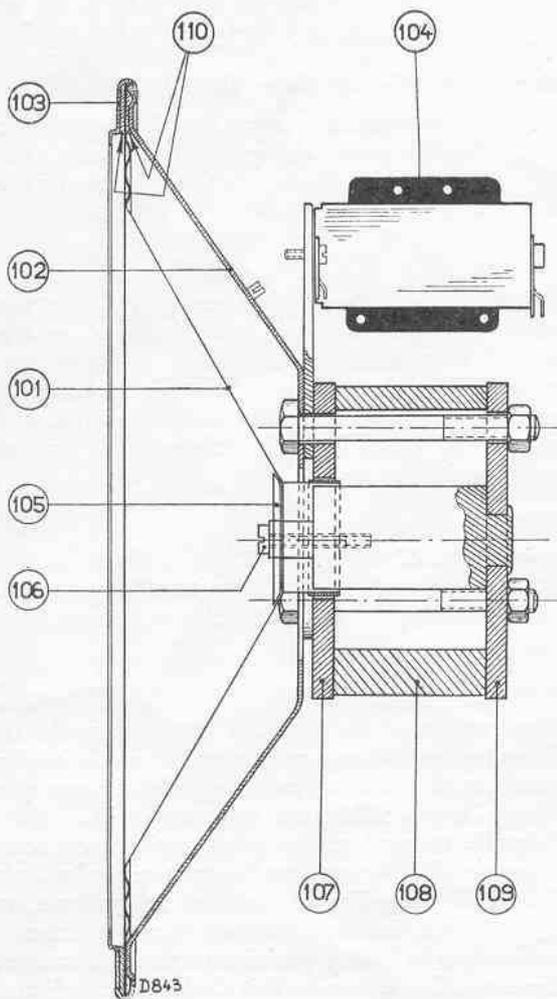

Fig. 9
2. Les plaques d'avant et d'arrière (repère 107 et 109, fig. 9) ne doivent, en aucun cas être retirées de l'aimant, sinon il pourrait perdre une partie de sa force.
Le centrage du cône se fait à l'aide de 4 petits calibres de 0,2 mm d'épaisseur (no. de code 09.990.840) que l'on enfonce à travers les perforations de la plaque de centrage (repère 105, fig. 9) dans l'entrefer, entre la bobine et la plaque. Un nouveau cône est centré avec quatre calibres et fixé à l'aide d'un bord de serrage denté (no. de code 28.445.821). Commencer par recourber quatre pointes séparées de 90°; ce n'est que lorsque toutes les pointes ont été recourbées que les calibres peuvent être enlevés de l'entrefer.